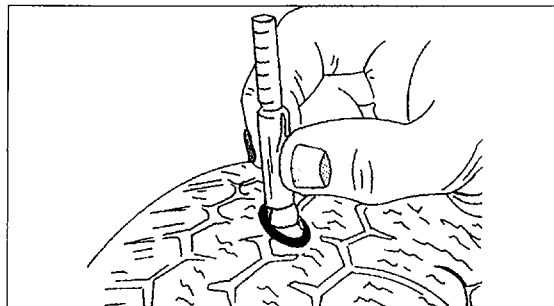

Bild 332
- Das Reifenprofil muss über die gesamte Lauffläche mindestens 1,6 Millimeter tief sein. Bei dieser Marke wird auf der Lauffläche an mehreren Stellen ein Profilstandsanzeiger sichtbar. Die Buchstaben „tvi“ (tread wear indicator) auf der Reifenflanke zeigen, wo sich diese Anzeiger befinden. Tauschen Sie Sommerreifen zur Sicherheit bereits bei einer Profiltiefe von zwei Millimetern, Winterreifen bei vier Millimetern – das Fahrverhalten wird mit abnehmendem Profil schlechter, vor allem auf nasser Fahrbahn. Zum Messen der Profiltiefe gibt es spezielle Tester, welche man in der in Bild 332 gezeigten Weise auf den Reifen aufsetzen kann. Durch Hineinschieben des Messstiftes kann man die Anzeige in Millimetern an der Skala ablesen.